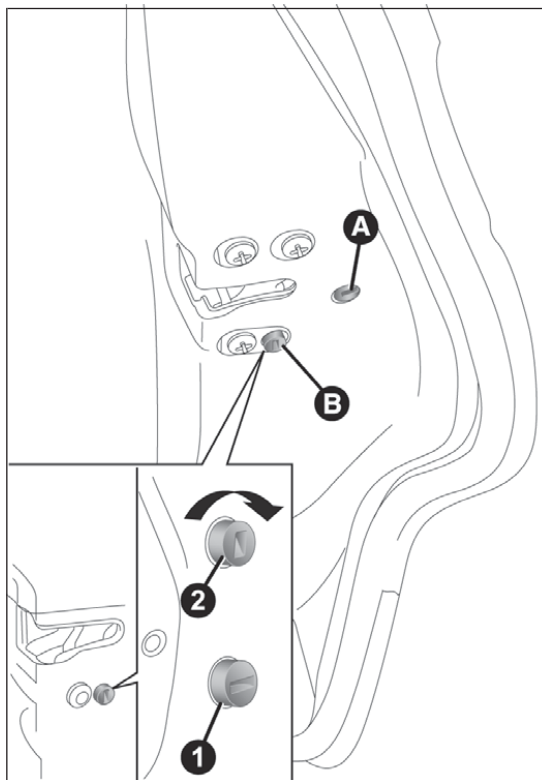
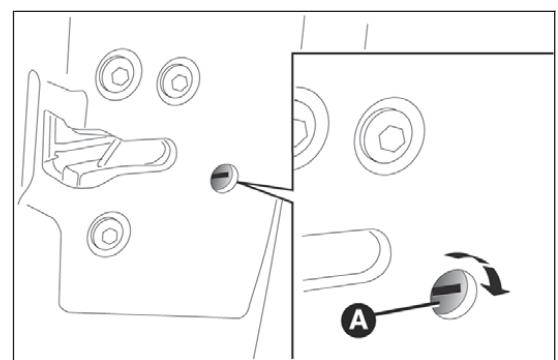

Abb. 74
Abb. 75
Die Vorrichtung A Abb. 74 ist nur bei offenen Türen einschaltbar:
- den Metalleinsatz des Schlüssels in den Sitz A Abb. 75 (Beifahrertür) oder B Abb. 74 (Hintertüren) einstecken;